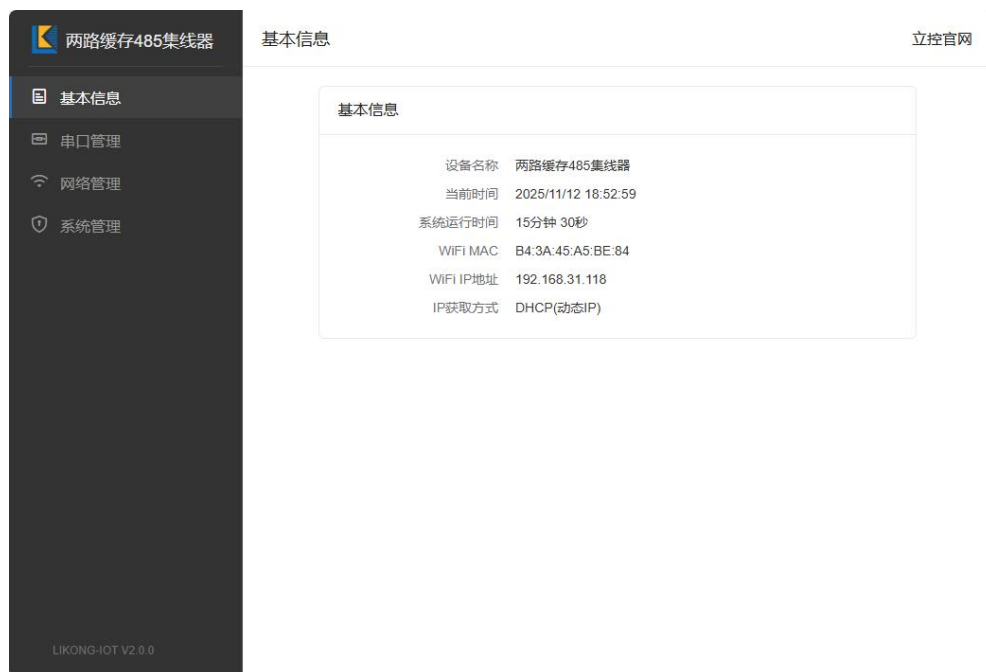

图 6.4
3、在登陆窗口中输入用户名：admin，密码：12345678，点击登录按钮即可进入集线器的 WEB 配置界面，如图 6.4。
基本信息页面如图 6.4，显示设备的名称、当前时间、运行时间、MAC 地址等信息。